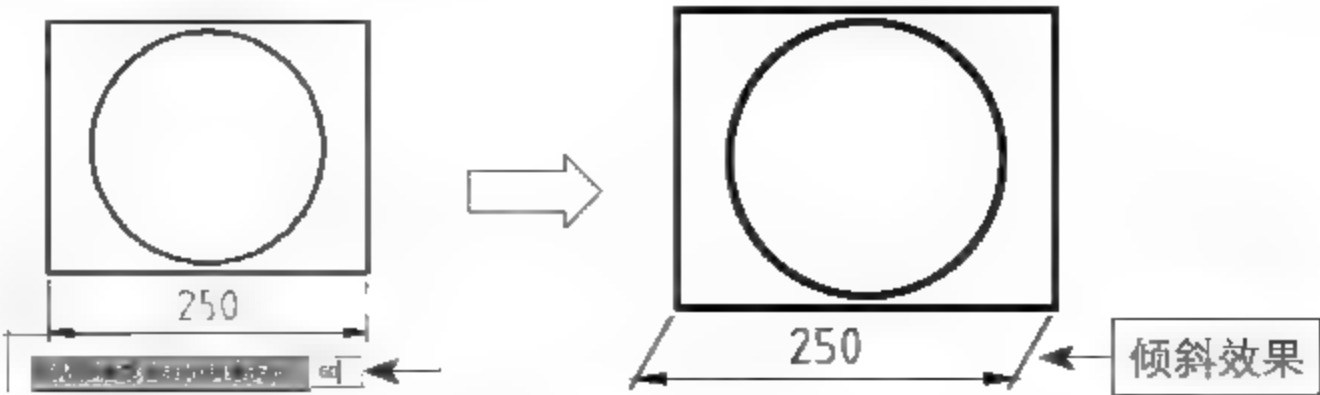

图5-133 调整尺寸界线角度
- 倾斜(O)：用于修改尺寸界线的倾斜度。选择该选项后，命令行会提示选择修改对象，并要求输入倾斜角度。操作过程如图5-133所示。